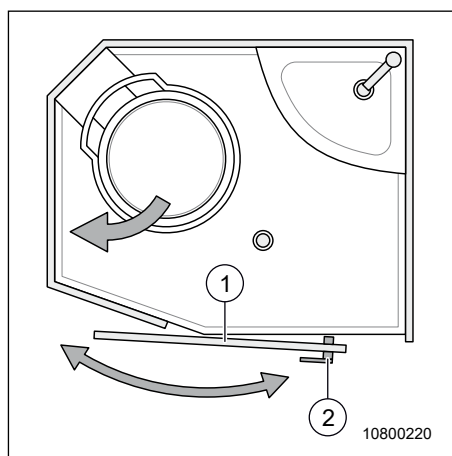

Fig. 72 Ouvrir/fermer la porte coulissante
1. Pour l'ouvrir, tourner le bouton tournant (Fig. 72, pos. 2) dans le sens horaire.
2. Ouvrir la porte coulissante (Fig. 72, pos. 1) vers la gauche.
Fermer la porte coulissante (Fig. 72, pos. 1) vers la droite.